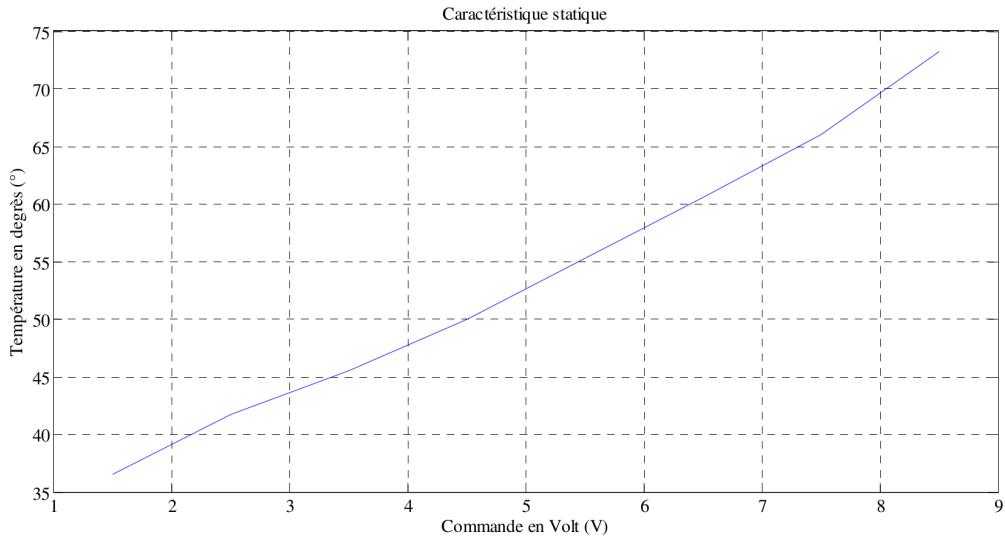

FIGURE IV.1 – Caractéristique statique pour le système en température
Un suivi de profil sera envisagé autour de  $40^{\circ}$ , température que l'on va qualifier de température de de fonctionnement  $Y_0$ . Afin de vérifier la linéarité de procédé, nous avons déterminé sa caractéristique statique (figure IV.1).
- 1) D'après la figure IV.1, quelle tension  $U_0$  devons nous envoyer pour obtenir une température de 40° ?